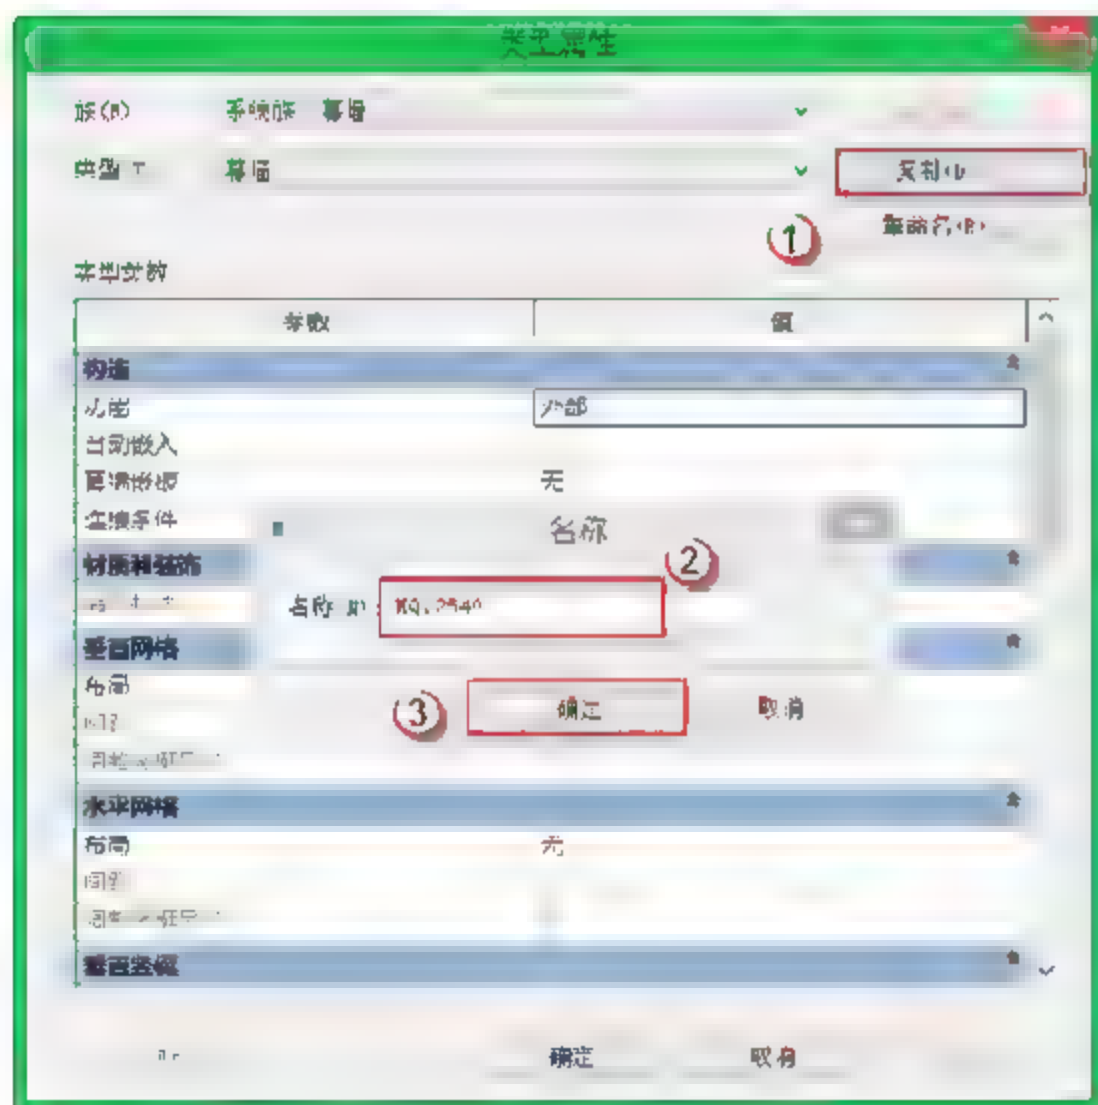

图 10.3.9 复制“MQ12549”族
(5) 设定“MQ12549”族类型。选择“建筑”→“墙”→“幕墙”命令，单击“编辑类型”按钮，弹出“类型属性”对话框，单击“复制”按钮，在弹出的对话框中将幕墙名称改为“MQ12549”，最后单击“确定”按钮，如图 10.3.9 所示。在“类型属性”对话框